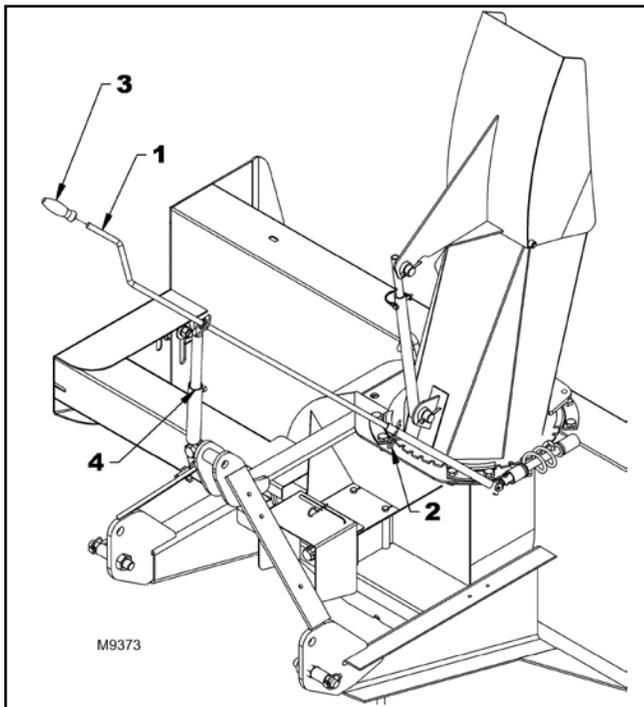

Figure 20. Assemblage de la poignée du rotateur
10. Figure 20 : Insérez la poignée de rotation (article 1) dans le support de poignée (article 4) et dans le tube de rotation. Sélectionnez la longueur souhaitée, alignez les trous les plus proches et fixez-les à l'aide de l'épingle à cheveux de 4 mm x 80 mm (article 2). Installez la poignée en plastique (article 3).
12. Figure 20 : Pour s'assurer que le rotateur manuel fonctionne correctement, positionnez le support de la poignée (article 4) aussi près que possible du point de montage du bras supérieur de l'attelage trois points, tout en vous assurant qu'il n'entre pas en contact avec le siège de l'utilisateur lorsque la souffeuse est complètement relevée.